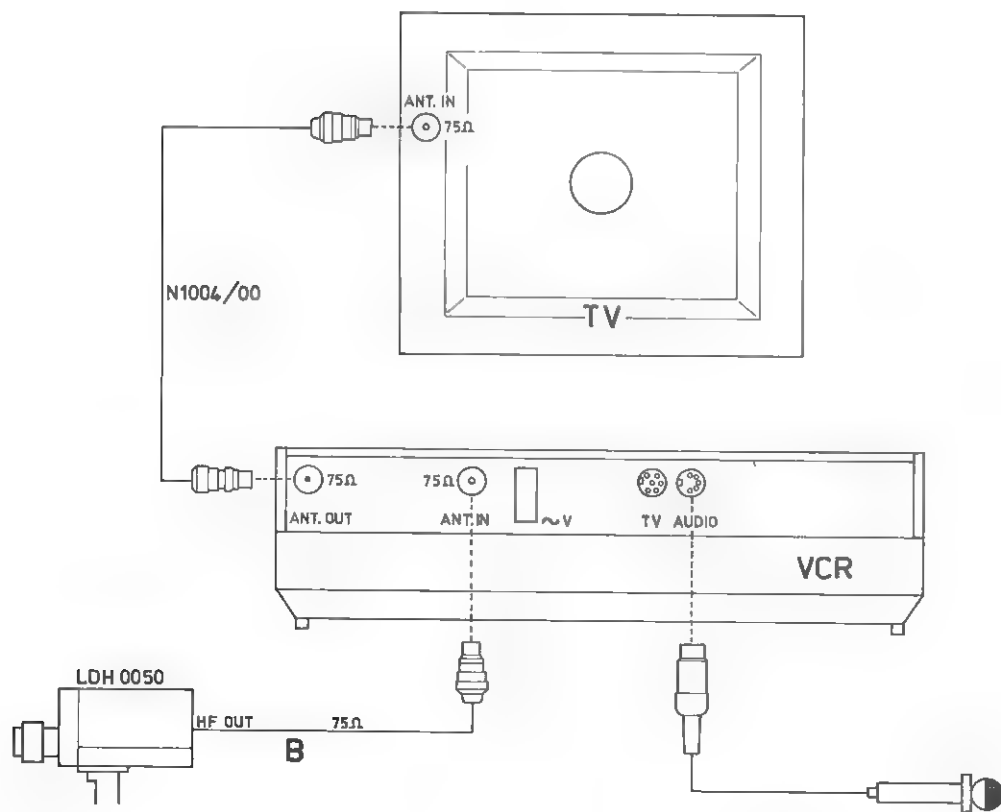

Fig. 3b
### Aansluiten van een camera (zie fig. 3b)
Door op de audio-aansluiting (26) een microfoon, grammofoon of een bandrecorder aan te sluiten (zie fig. 3b) is het mogelijk bij gebruik van een camera tegelijkertijd een geluidsopname te maken.